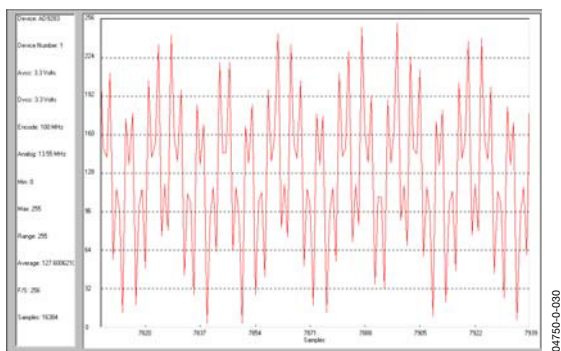

図20. 2の補数の間違った設定
5. **Config>FFT**で[**Twos Complement**]ボタンが正しく選択されていることを確認します。そのボックスが選択されていても、ADCの出力が2の補数形式になっていないと、時間軸プロットが図20のように表示される場合があります。